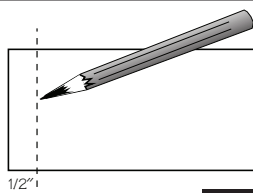

Figura 1
- 1** Para comenzar, debe montar las patas decorativas en ambos lados del revestimiento del zócalo. Marque una línea suave con lápiz a 1/2" de uno de los extremos del revestimiento del zócalo como se muestra en la figura 1.